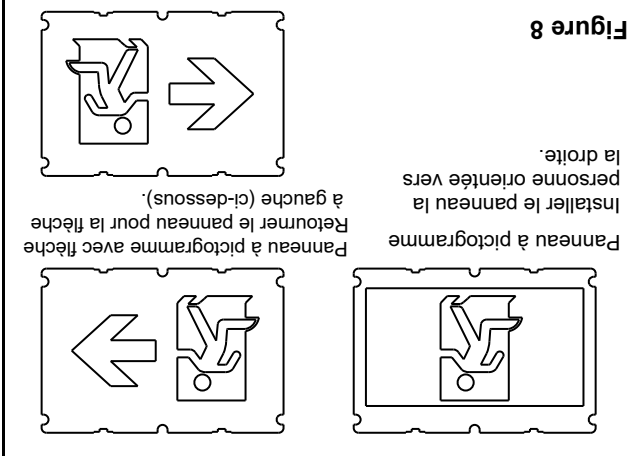

Figure 8
5. Sélectionner le panneau à pictogramme voulu et l'installer, superposé au diffuseur opaque. Le panneau à pictogramme sans flèche sera installé orienté vers la droite (voir figure 8).